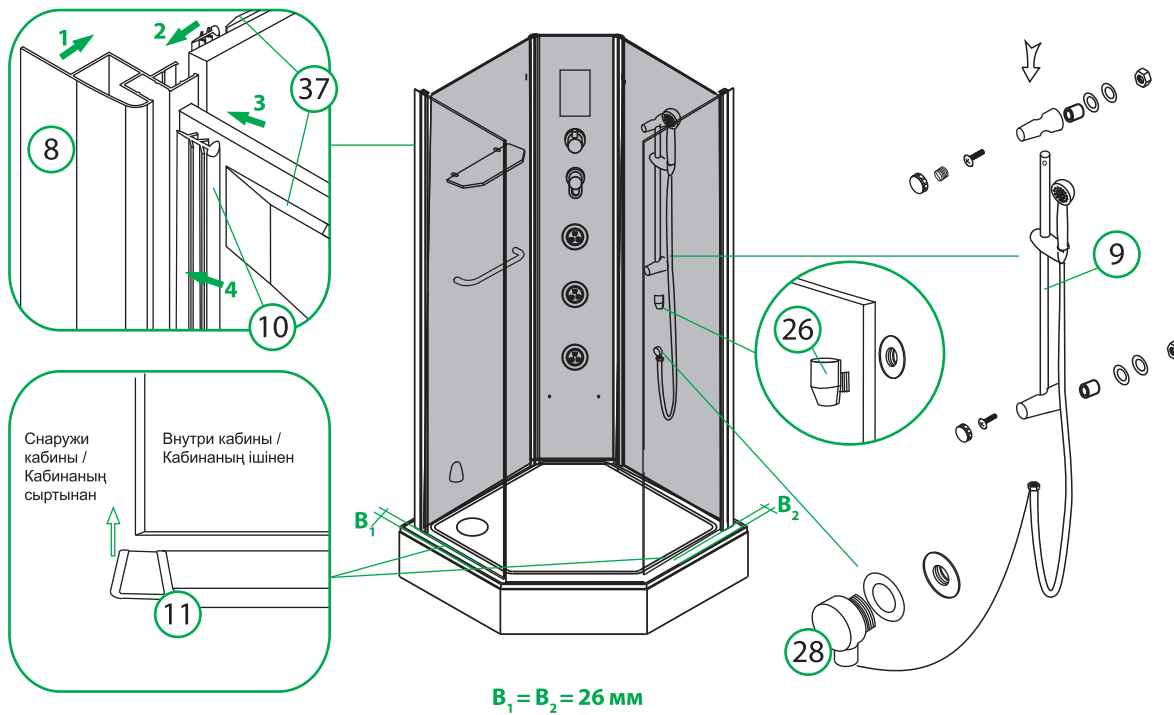

Рис. 7 / 7-сур.
- Установите передние неподвижные стеклянные панели в пристенные профили, зафиксируйте их ПВХ-уплотнителями (рис. 7).
- Закрепите душевой гарнитур, приемник для самоочистки парогенератора и соединитель душевого шланга (рис. 7).